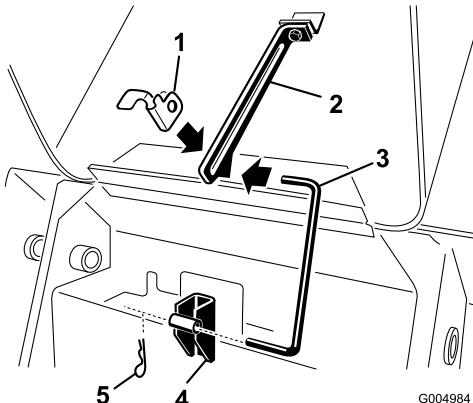

Bild 40
3. Ziehen Sie den Splint vom unteren Ende der Motorhauben-Stützstange und schieben Sie die Stützstange aus den Befestigungshalterungen (Bild 40).
7. Setzen Sie die Stützstange in die Befestigungshalterungen und befestigen sie diese mit dem Splint (Bild 40).